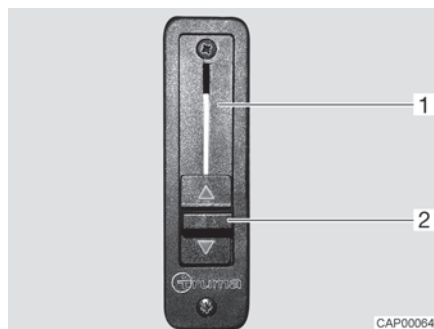

Bild 8 Skjutreglage för kanalspär
- Skjut skjutreglaget (Bild 8,2) hela vägen upp. Kanalspärren (Bild 8,1) är öppnad. Värmesystemet för bodelen värmer även vindrutan.
- Skjut skjutreglaget (Bild 8,2) hela vägen ner. Kanalspärren är stängd. Värmesystemet för bodelen och basfordonets värmesystem är separerade sinsemellan.